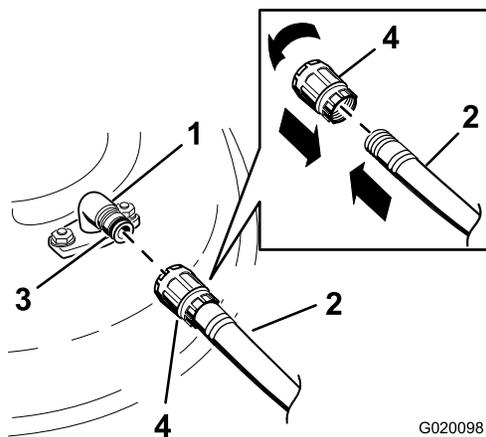

Рисунок 72
3. Подсоедините шланговую муфту к концу штуцера промывки газонокосилки и установите регулятор подачи воды в положение большого расхода (Рисунок 72).